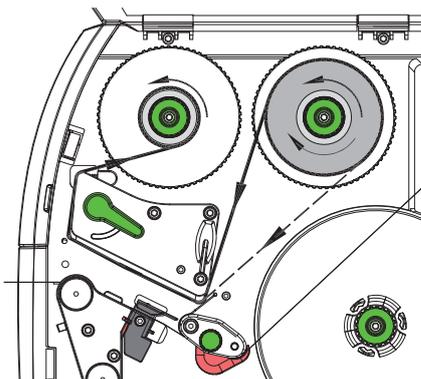

Figure 26 Défilement du ruban transfert
5. Maintenir le rouleau de ruban transfert (1) et tourner le bouton de réglage sur le dérouleur (3) dans le sens inverse des aiguilles d'une montre jusqu'à ce que le rouleau soit fixé.
6. Pousser un mandrin approprié (4) sur l'enrouleur de ruban transfert (5) et le fixer de la même manière.
7. Guider le ruban transfert à travers le mécanisme d'impression comme décrit sur la Figure 26.
8. Fixer le début de ruban transfert avec une bande collante sur le mandrin (4). Respecter le sens de rotation, à l'inverse des aiguilles d'une montre, de l'enrouleur de ruban transfert.
9. Tourner l'enrouleur (5) dans le sens inverse des aiguilles d'une montre pour lisser le ruban transfert.
10. Tourner le levier (6) dans le sens des aiguilles d'une montre pour verrouiller la tête d'impression.